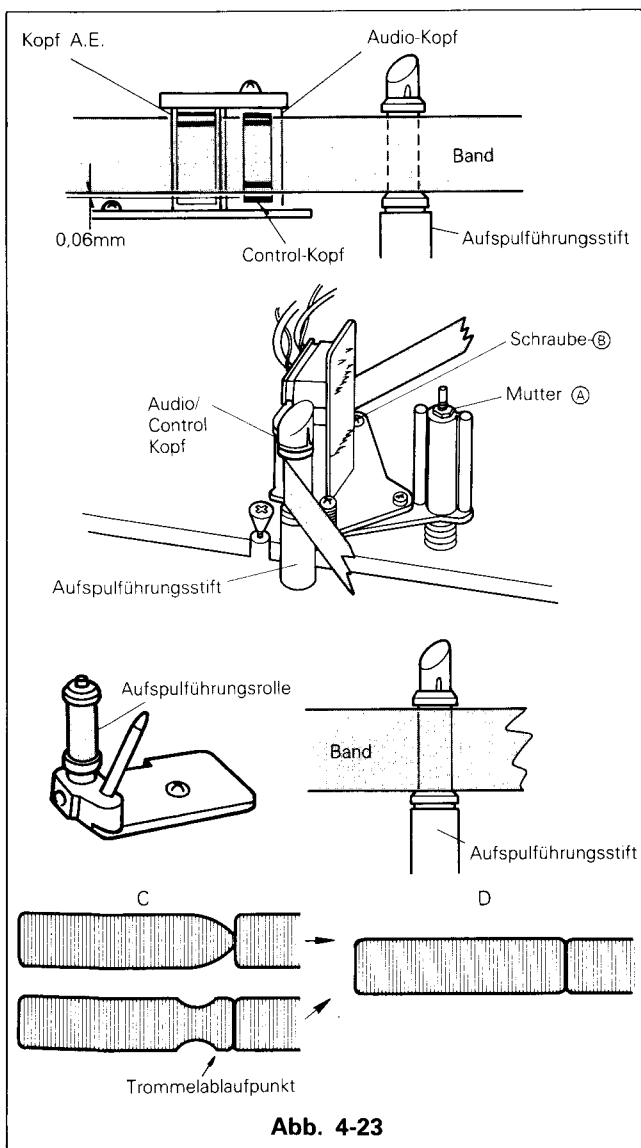

Abb. 4-23
- (10) Bei der Einstellung der Führungsrollen muß darauf geachtet werden, daß das Band sich nicht vom Führungsstift abhebt oder geknittert wird.
(11) Die FM-Amplitude am Ablaufpunkt des Bandes von der Trommel ist auf die gleiche Weise einzustellen wie für den Auflaufpunkt. Hat die FM eine Form entsprechend C in Abb. 4-23, so muß die Aufspulführungsrolle so eingestellt werden, daß eine Amplitude entsprechend "D" erzeugt wird.
(12) Hebt sich das Band vom Aufspulführungsstift ab oder knittert, so muß die Schraube C des Audio-/Control-Kopfes entsprechend Abb. 4-23 eingestellt werden.
(13) Gleichzeitig muß die Höheneinstellmutter A des Audio-/Control-Kopfes gedreht und die Höhe des Kopfes entsprechend dem Band eingestellt werden. Das Band muß entsprechend den in Abb. 4-23 angegebenen Kriterien angehoben oder abgesenkt werden.